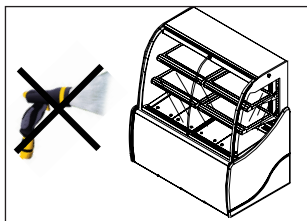

Fig. 10
- No use jamas chorros de agua directos o indirectos sobre el mueble (Fig. 10).